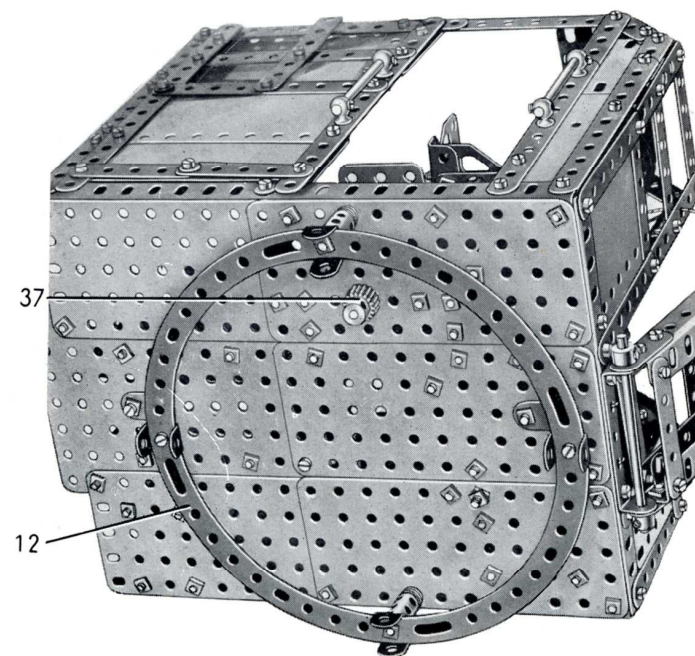

FIG. 3. Le dessous de la cabine
La structure du plancher de la cabine est faite de deux cornières de 19 trous réunies à l'avant par une cornière de 15 trous, et elle est recouverte par trois plaques sans rebord de 14x6 cm., deux de 11,5x6 cm. et une de 14x9 cm. (fig. 3). Une bande circulaire (12) est fixée sur le plancher par deux équerres faites chacune d'une équerre de 25x25 mm. et d'une équerre ordinaire boulonnées ensemble. Un écrou est placé sur le boulon qui tient l'équerre arrière sur le plancher avant de le passer dans l'équerre. Les boulons qui fixent les équerres ordinaires sur la bande circulaire tiennent également des supports doubles. De chaque côté de la base, un accouplement et 5 rondelles sont placés sur une tige filetée de 5 cm., entre la base et la bande circulaire, et la tige filetée est tenue en place par des écrous. Des supports doubles sont également fixés par les tiges filetées comme le montre la figure. Les supports doubles tiennent des tringles de 5 cm. sur lesquelles sont montées les poulies de 12 mm. (10) du roulement à galets. Les poulies folles sont tenues sur les tringles par des bagues d'arrêt, et les tringles sont maintenues dans les supports doubles par deux supports de rampe avec collier, une bague d'arrêt et une moitié d'embrayage.